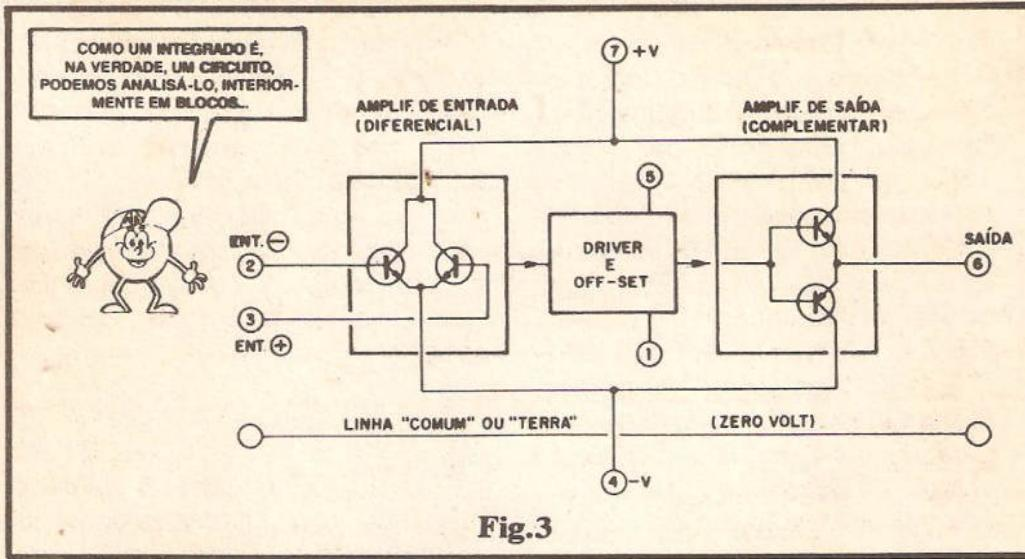

Fig.3
- FIG. 3 - OS BLOCCOS INTERNOS DE UM 741 - Basicamente, todo Amplificador Operacional (como o 741...) é formado internamente por um bloco de entrada, na forma de um amplificador diferencial, dotado de duas entradas, uma inversora e uma não inversora, seguindo-se um bloco para controle da compensação ou offset (através do qual podemos, externamente, "forçar" um "zeramento" na saída - detalhes mais adiante...) e driver (excitação), finalmente tudo "desembocando" num amplificador de saída, do tipo complementar (permitindo a excursão do sinal na saída, "para cima" ou "para baixo" de um "zero" nominal ou referencial...). Notem os Leitores/"Alunos", que tanto na figura anterior (2) quanto na presente, toda a identificação numérica dos pinos está lá, indicada dentro dos pequenos círculos... Na fig. 3, contudo, vemos uma linha denominada "comum", "terra" ou "zero volt", em cujas extremidades estão também pequenos círculos, sem a indicação numérica de "a qual pino" se referem... A explicação é simples: essa "linha de terra" corresponde ao "comum" da alimentação externamente aplicada, fazendo parte, portanto, do arranjo circuitual onde o Amp.Op. vai ser aplicado, conforme explicaremos logo adiante... Normalmente o 741 (e todos os Amp.Ops.) são energizados por fontes "divididas" (split, em inglês...), constando de uma linha positiva (+V), uma negativa (-V) e uma linha de "terra", também chamada de "comum", ou de "zero volt"... Essa especial configuração das linhas de alimentação permitem - como já foi dito - que tanto o nível quanto a própria polaridade do sinal obtido
do as Entradas sob rigorosamente idênticas Tensões... Para nos ajudar na COMPENSAÇÃO ou no chamado controle de OFF-SET (anulação da "Tensão de Erro"), estão lá, no 741, os pinos 1 e 5... Basta intercalarmos um trim-pot (ou potenciômetro) de 10K entre tais terminais, levando o cursor do componente ajustável à linha do negativo da alimentação. Girando lentamente o tal resistor variável (em algumas aplicações super-rigorosas podemos até aplicar um trim-pot tipo "multi-voltas"...), compensamos as polarizações internas do bloco driver do 741 (ver fig. 3) e levamos a Tensão de Saída realmente a "zero" (o que poderá ser indicado pelo "centramento" do ponteiro, num voltímetro de zero central, conforme sugere o diagrama...), estando ambas as Entradas devidamente "aterradadas"...